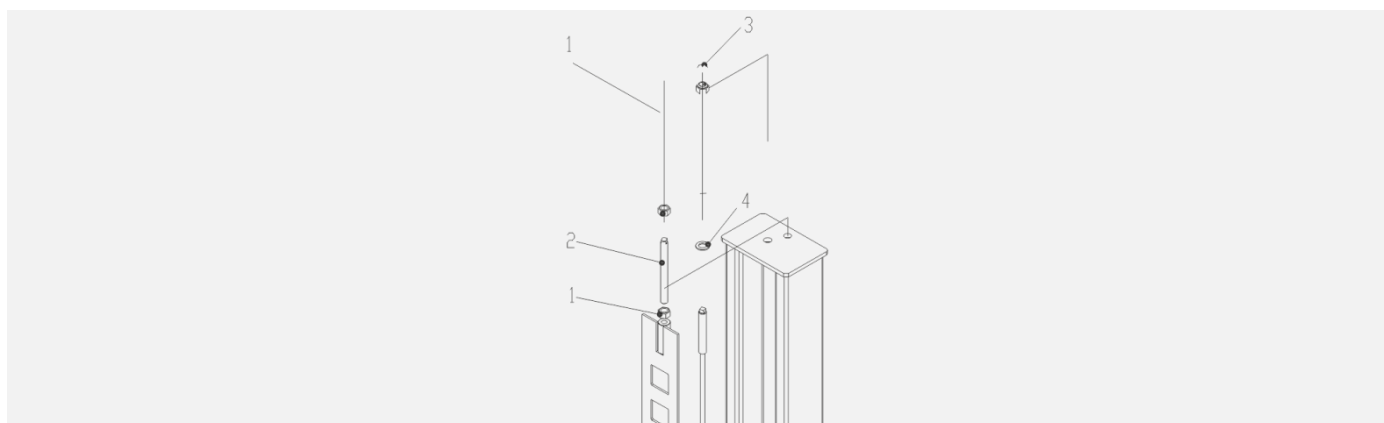

Рисунок 17
4. Установите гайку M20 (1/рисунок 17) на регулировочный стержень (2/рисунок 17).
6. Вставьте трос через отверстие вверху колонны и установите шайбу D.22 (4/рисунок 17) и гайку M22 (3/рисунок 17)